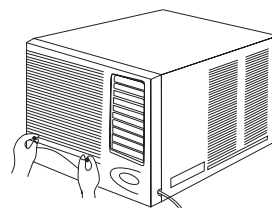

Abb. 8
2. Luftfilter vorsichtig halten und etwa 5 mm nach vorne ziehen (siehe Abb. 8)